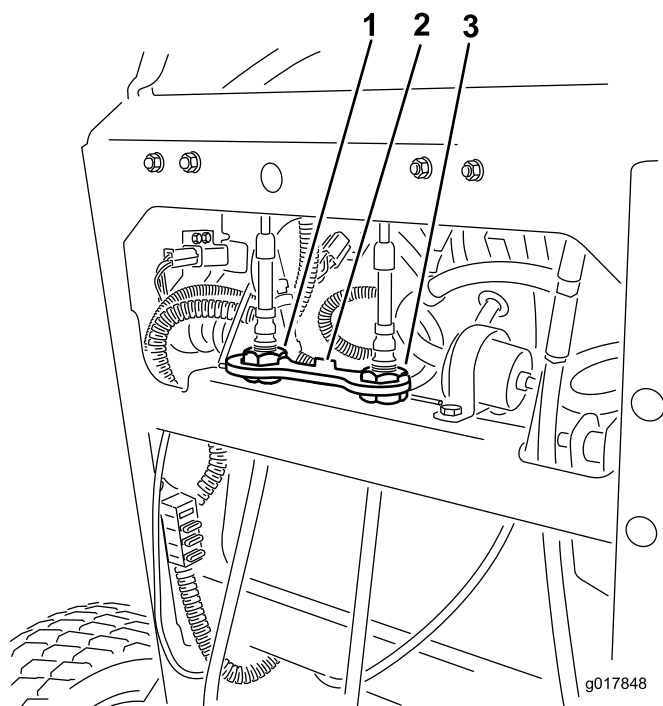

Figura 55
4. Gire la rueda de ajuste del cable derecho hasta que la palanca de control de movimiento derecha quede posicionado en el centro de la ranura de bloqueo/punto muerto del panel de control (Figura 55).